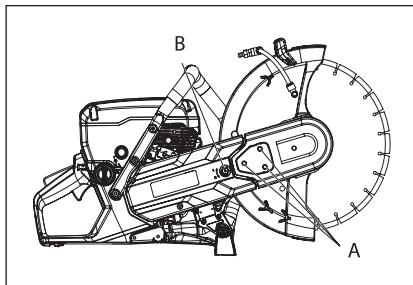

Рис. 20
1. Ослабьте три гайки (A), удерживающие верхний защитный кожух ремня. Поверните натяжитель ремня (B) в положение «0», чтобы ослабить ремень (рис. 20).